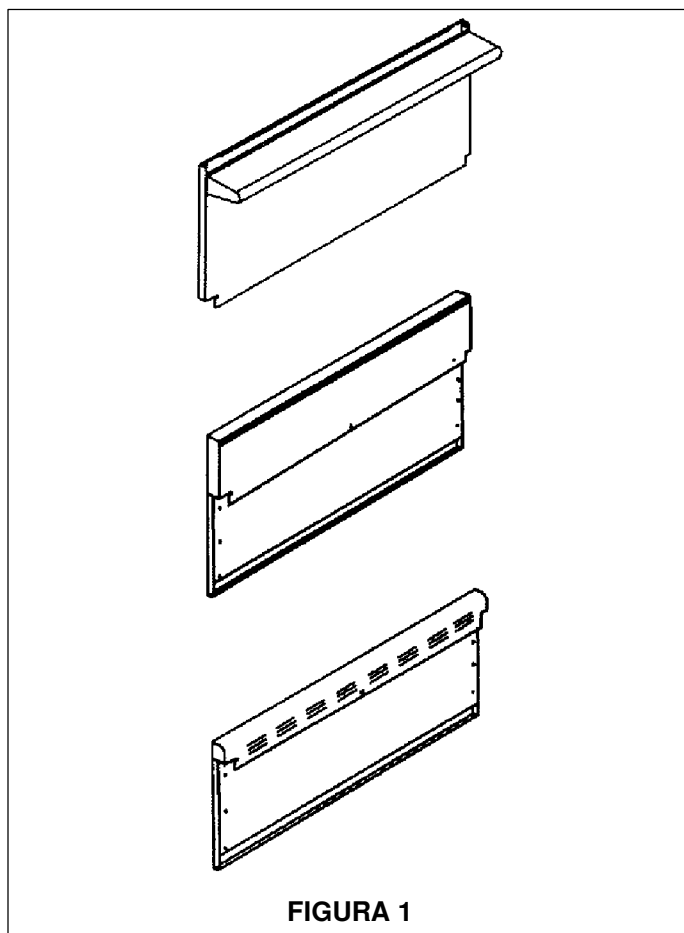

FIGURA 1
Las características que ofrecen las estufas de gas de la serie profesional de Jenn-Air harán que la experiencia de cocinar sea más placentera y le darán al principiante o al cocinero experimentado muchos años de servicio fiel. Los hornos de 30", 36" y 48" se incluyen un horno de gas de gran capacidad y un asador infrarrojo de gas. La estufa PRG4810 (48") también está equipada con un horno más pequeño de 12" el cual es perfecto para hornear panes y otros artículos pequeños mientras los artículos grandes se preparan en el horno de convección de capacidad grande. El modelo PRG3010 ofrece (4) quemadores de superficie abierta de 15,000 Btu/hr, mientras que los modelos de 36" y 48" ofrecen (6) quemadores superiores de 15,000 Btu/hr. Todas las estufas están equipadas con quemadores a flujo doble para cocinar a fuego lento con una llama de menor intensidad de 570 a 900 Btu/hr. lo cual se usa para derretir mantequilla o chocolate. El modelo PRG3010 ofrece (1) quemador para cocinar a fuego lento, mientras que los modelos PRG3610 y PRG4810 ofrecen (2) quemadores para cocinar a fuego lento cada uno. Además del horno de gran capacidad y quemadores superiores de alto rendimiento, el modelo de 48" ofrece también una plancha de acero inoxidable. Todos los modelos de estufa requieren la instalación de uno de los tres protectores (esta pieza tiene que pedirse por separado) excepto en el modelo PRG3010, el cual se embarca de fábrica con un protector bajo de 9". Vea la figura 1.